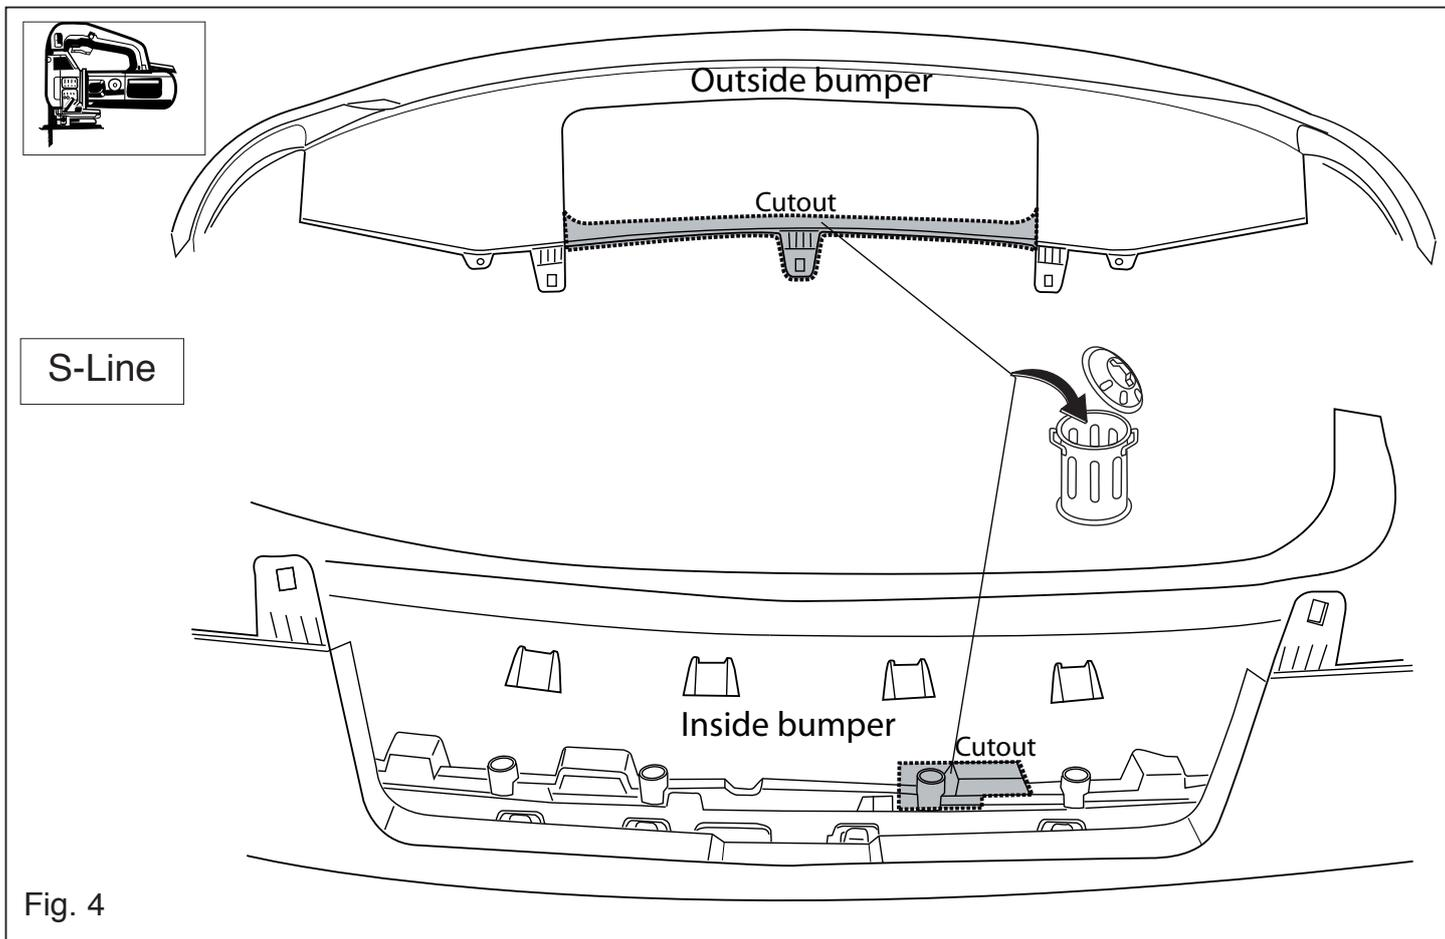

Fig. 4
8. **S Line:** Saw out the portions as indicated in fig. 4.
8. **S Line:** Gemäß Abb. 4 die angegebenen Teile heraus sägen.
8. **S Line:** Scier les parties indiquées conformément à la figure 4.